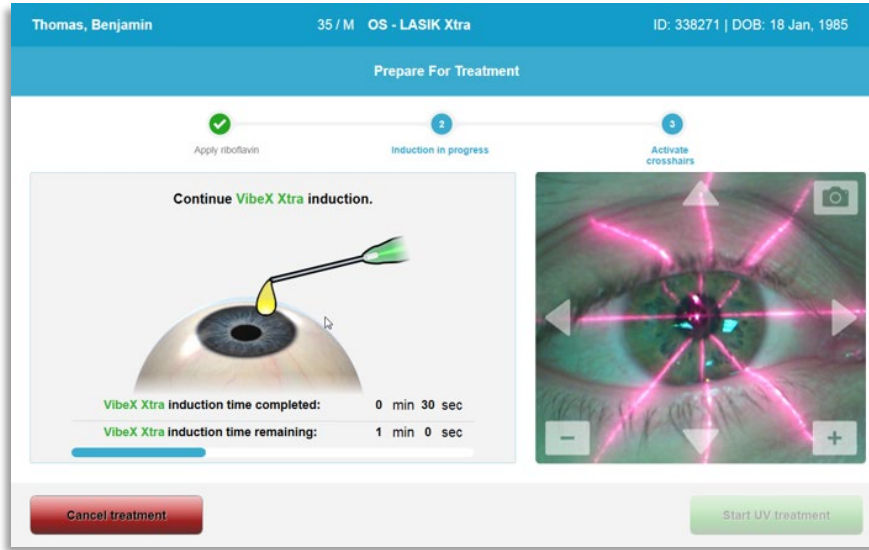

Bild 3-22. Inpassa sikte under induktion
- Röda laserstrålar för inpassning kommer att aktiveras 30 sekunder före induktionsperiodens slut, vilket visas på bild 3-22.